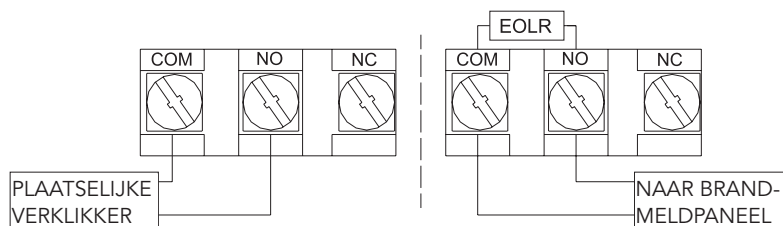

Fig. 3
3. Sluit de draden aan op de juiste aansluitingen voor de bedoelde dienst (zie fig. 3).